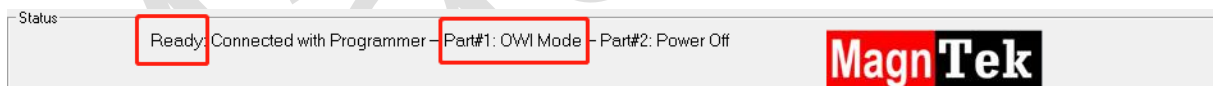

图 4.2.10
9、编程结束, 信息栏提示 Ready 字样 (图 4.2.10), 芯片进入 OWI 模式, 点击 Comm Lock 按钮锁定芯片通信 (图 4.2.11), 使其不能再次编程, 以防止使用过程中误触发使芯片进入通信模式。点击 Power off, 芯片断电后即可取出芯片 (传感器), 至其他设备做相应测试或直接使用。